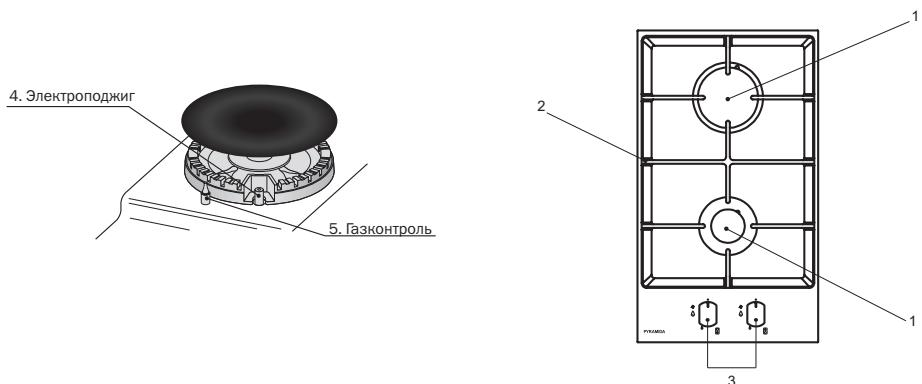

Рис. 11
• Модели с электроподжигом (Рис. 11) оснащены специальными газовыми кранами с функцией электрического поджига. В этом случае символ электроподжига «» изображен около каждой ручки управления.
• Включение газовой горелки с газконтролем (Рис. 11). Нажмите и поверните ручку, соответствующую выбранной газовой горелке, против часовой стрелки к позиции «» (сильное пламя). Когда газовая горелка воспламенилась, удерживайте ручку нажатой примерно 5-10 секунд, чтобы пламя нагрело термопару газконтроля.